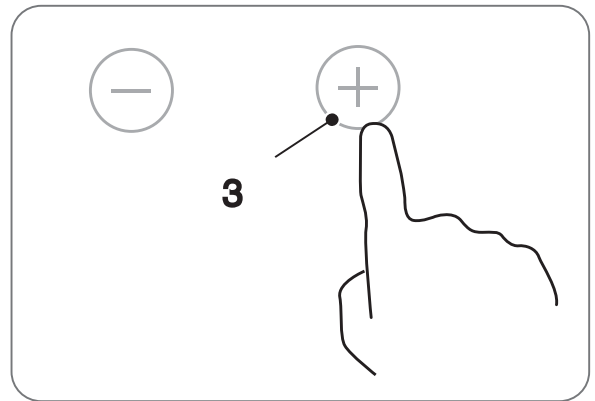

Abb. 4.12
- 1 - Drücken Sie die Auswahl taste mit der Doppelkochzone  oder  stellen Sie die Kochintensitätsstufe z. B. auf "6", (siehe Abb.4.12 zur Einstellung der Kochintensität).